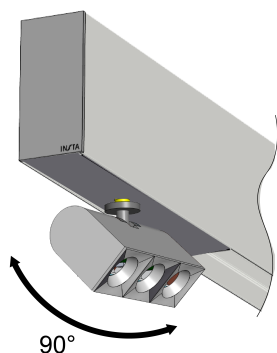
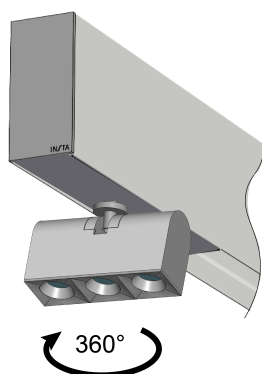

Bild 6: Schwenken des Strahlers
Bild 7: Drehen des Strahlers
Der Strahler (2) kann um 90° geschwenkt und um 360° gedreht werden, siehe (Bild 7) und (Bild 6).